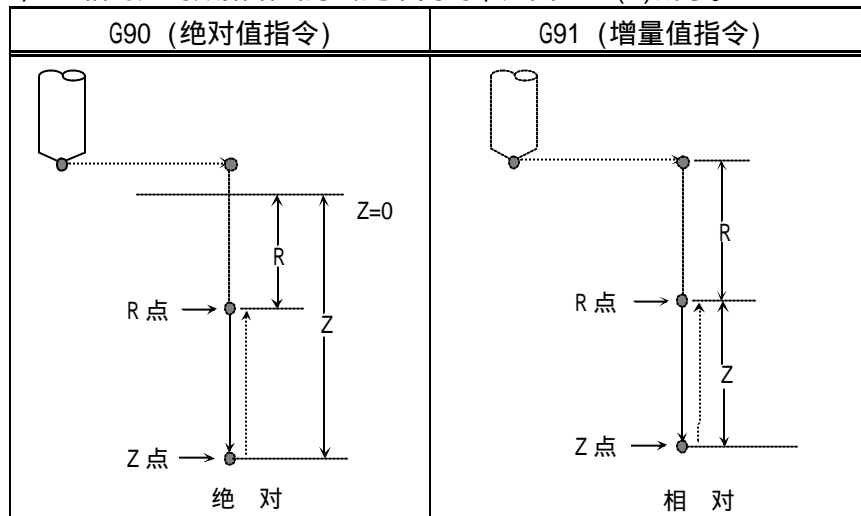

图13.1 (B) 固定循环的绝对值指令和增量值指令
(A) G90, G91相对应的数据给出方式是不同的, 如图13.1(B)所示。
(B) 在返回动作中, 根据G98和 G99的不同, 可以使刀具返回到初始点平面或 R点平面。指令G98和 G99的动作如图13.1(C)所示。